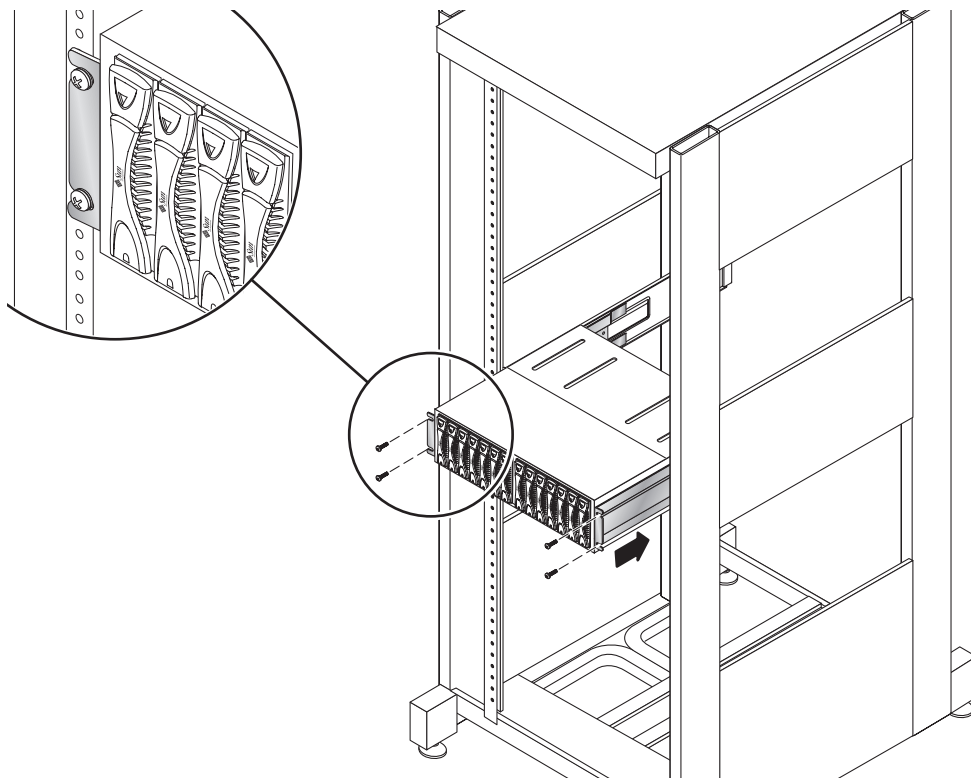

图9 使用螺丝将阵列固定至前安装导轨
4. 拧紧用于将阵列支架固定至前安装导轨的螺丝，固定阵列（图9）。